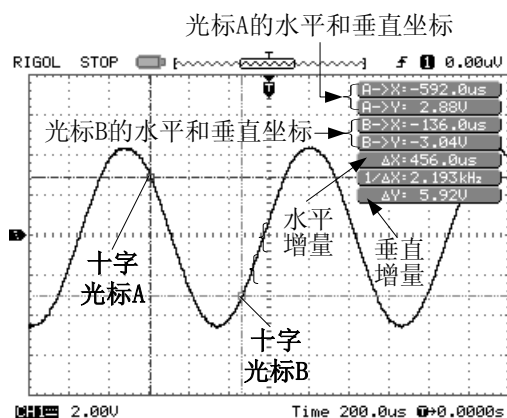

图3-5-21 光标追踪测量模式显示图
(2) 追踪模式: 水平与垂直光标交叉构成十字光标, 十字光标自动定位在波形上, 转动多功能旋钮, 光标自动在波形上定位, 并在屏幕右上角显示当前定位点的水平、垂直坐标和两个光标间的水平、垂直增量。其中, 水平坐标以时间值显示, 垂直坐标以电压值显示, 如图 3-5-21。光标 A、B 可分别设定给 CH1、CH2 两个不同通道的信号, 也可设定给同一通道的信号, 此外光标 A、B 也可选择无光标显示。